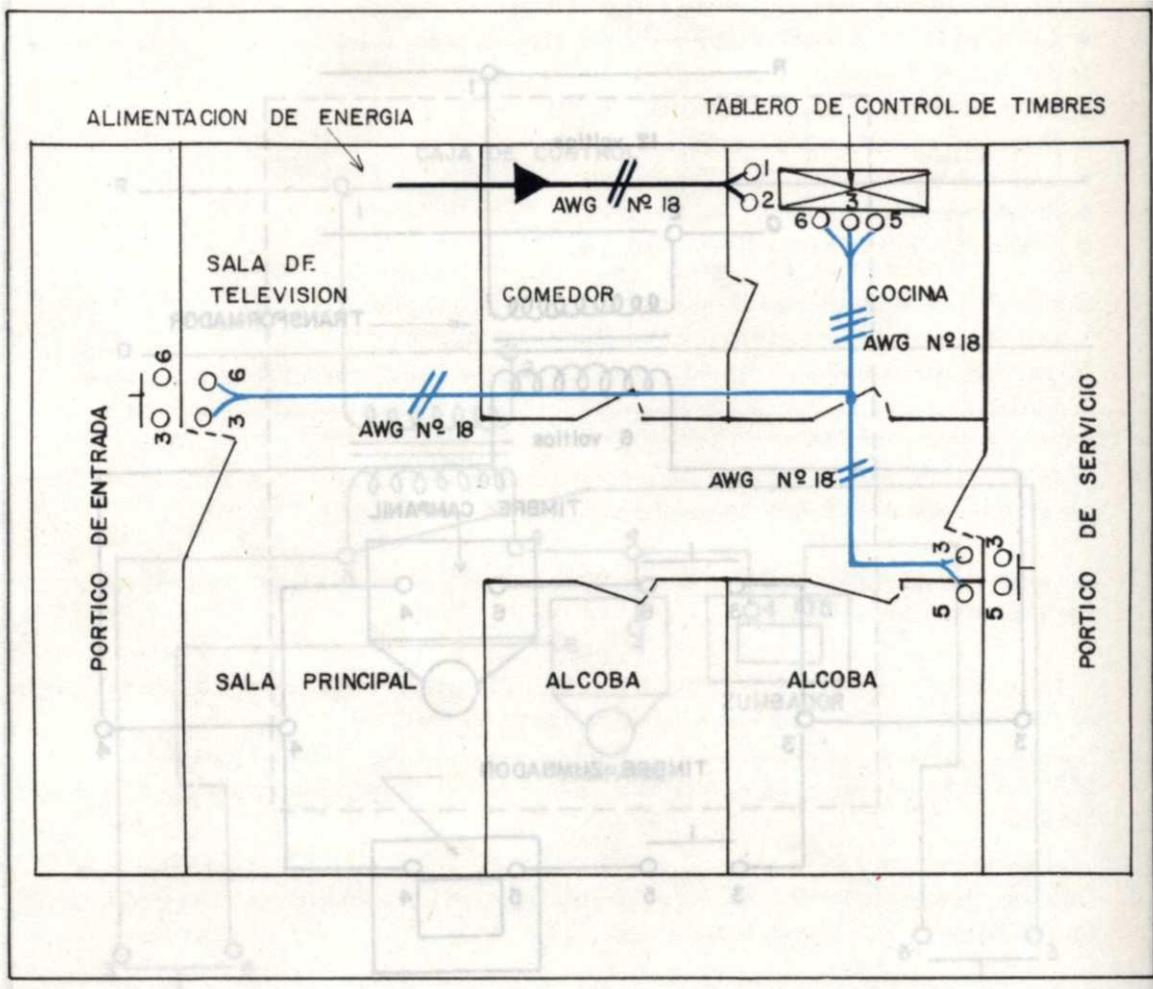

Fig. 16
3. Elabore el plano unifilar de cables según las Normas Icontec. (Ver Fig. 16).